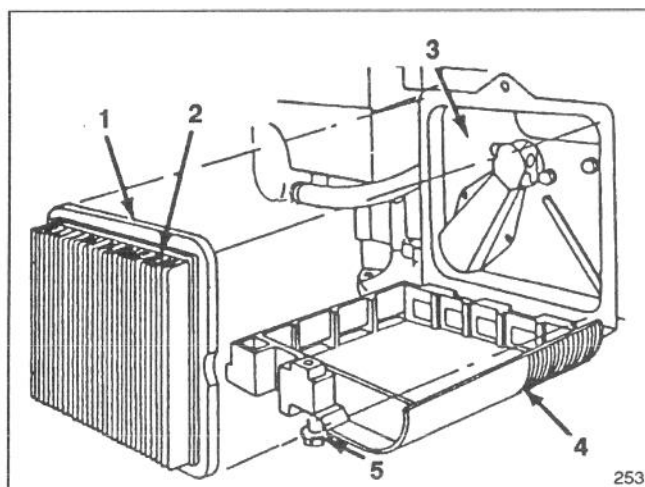

Figura 16
4. Infilate una nuova cartuccia del filtro dell'aria in modo che il bordo tocchi il piatto posteriore come indicato nella Figura 16.